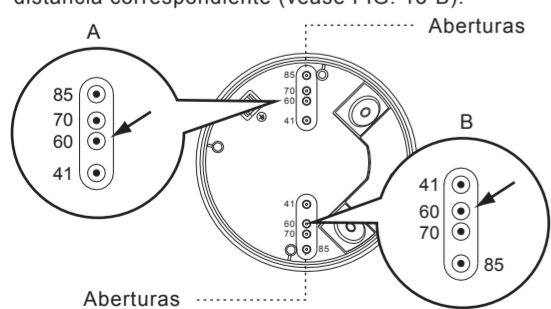

FIG. 13-A
4.4.3.1 Hay 4 pares de aberturas a diferentes distancias entre 41 mm y 85 mm en la caja de empalmes que pueden utilizarse para distintas opciones de montaje (véase FIG. 13-A). Seleccione dos figuras homólogas a ambos extremos para el ajuste de la distancia correspondiente (véase FIG. 13-B).